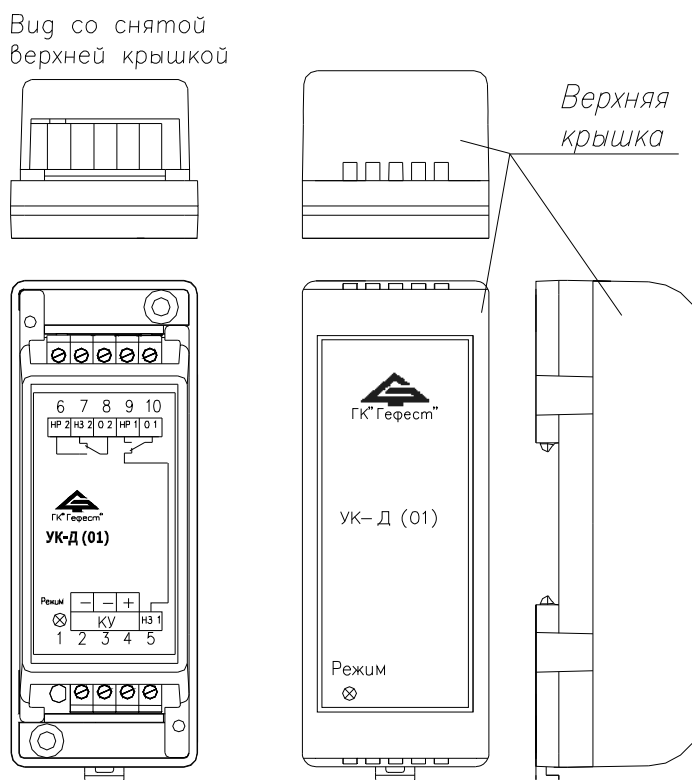

Рис.1
Внешний вид УК-Д (01) представлен на рис. 1.